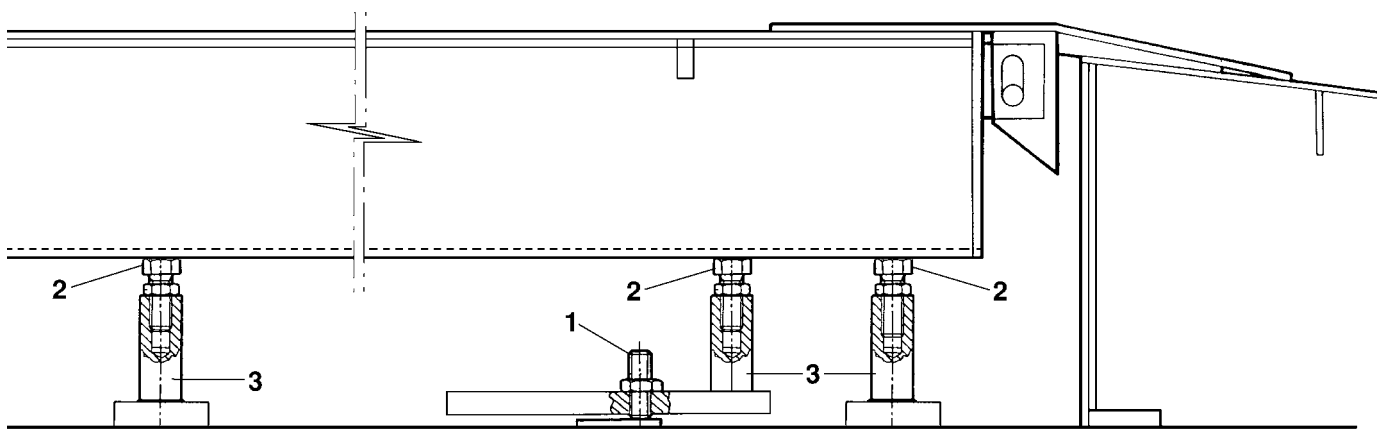

Fig.23
Procedere come sopra tenendo presente che, livellando il ponte con le viti (2), l'arresto veicolo appoggi sulla rampa e sulla pedana come da fig. 23.
Proceed as above, checking when levelling the lift with screws (2) that the vehicle blocks rest on the ramp and on the footboard as in fig. 23.
Wie oben beschrieben vorgehen und folgendes beachten: wird die Hebebühne über die Schrauben (2) nivelliert, muss die Fahrzeugabrollsicherung gemäss Abb. 23 auf die Rampe und auf die Fahrschiene aufliegen.
Procéder comme indiqué plus haut mais attention: en réglant le niveau du pont avec les vis (2), l'arrêt du véhicule appuie sur la rampe et sur le chemin de roulement comme indiqué à la fig. 23.
Proceder como hemos descrito arriba pero teniendo presente que, nivelando el puente con los tornillos (2), el tope que hace que se pare el vehículo apoye sobre la rampa y sobre la plataforma, como indica la fig. 23.